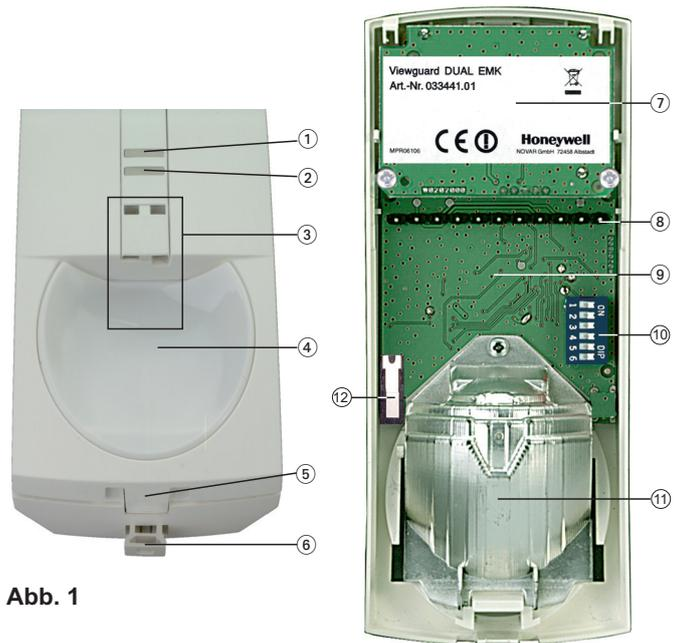

Abb. 1
- ① Falls erforderlich, mit einem kleinen Schraubendreher o.ä. Plombe durchstoßen und nach unten herausziehen.
- ② Rastverschluss (unten in der Mitte, siehe Abb. 1-⑤) leicht nach innen drücken.
- ③ Gehäuseoberteil unten wegklappen
- ④ Gehäuseoberteil nach unten aushängen.